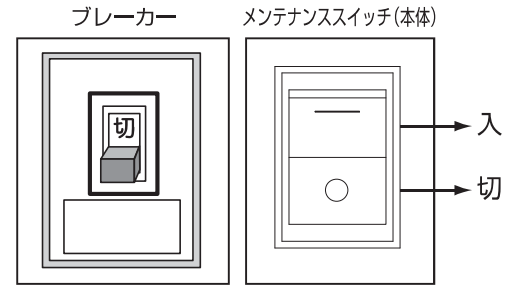

図1
- アルデ換気システムは24時間の連続運転が基本です。運転を止める時には、本体のメンテナンススイッチかブレーカーを切ってください。(図1)
- ①●(大)、●(中)